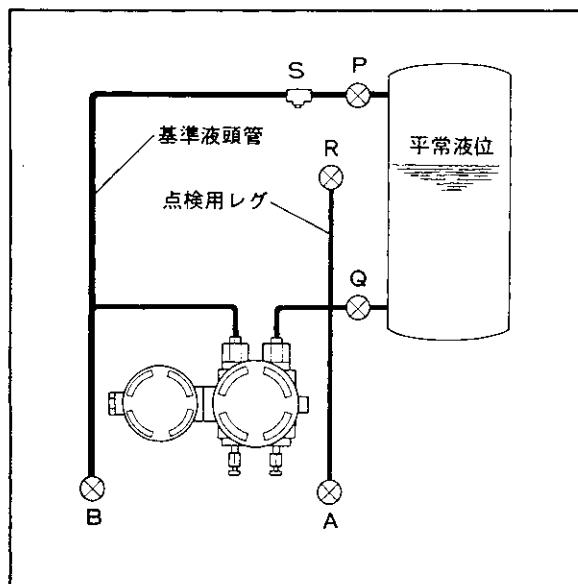
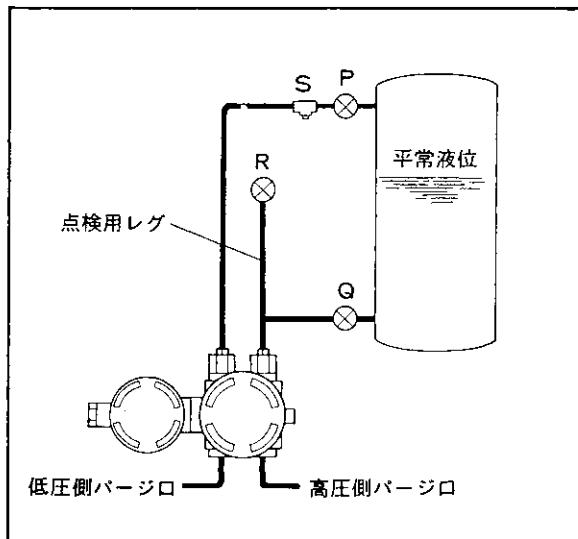
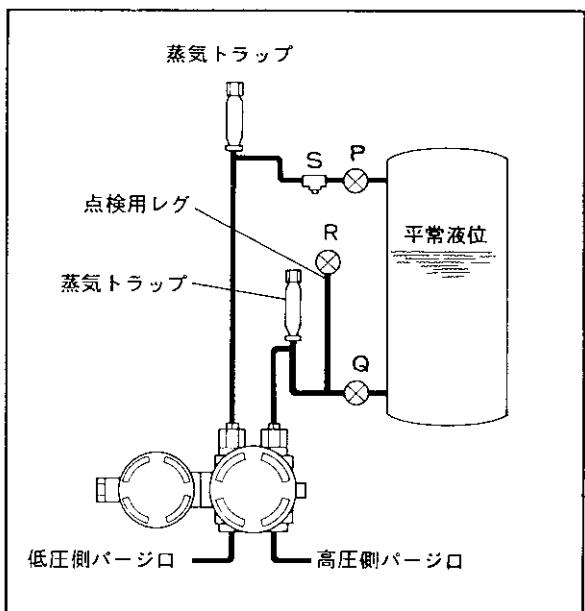

図 5.24 密閉タンク(ウェットレグ) — ノーバージ式
図 5.25 密閉タンク(ウェットレグ)
図 5.26 密閉タンク（ウェットレグ）—タンク液より軽い
(1) ノーバージ式（図 5.24 参照）
(2) バージ液を使用する場合（図 5.25 および図 5.26 参照）
5.7.5 運転開始と運転停止（図 5.24, 図 5.25 および図 5.26 参照）